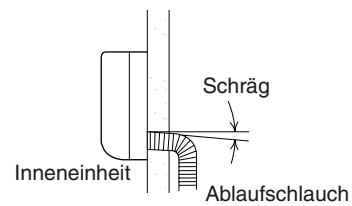

Abb. 3-114
- Der Ablaufschlauch muss ein Gefälle nach außen aufweisen. (Abb. 3-114)